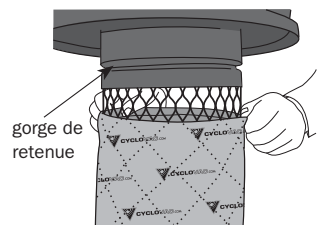

figure 13
3. S'assurer que les deux filtres soient complètement secs avant de les remettre en place. De plus, veiller à ce que qu'ils soient bien installés dans la gorge de retenue du support à filtre (**figure 13**), pour assurer une protection adéquate du moteur. Installer le Cyclofiltre (tissu épais) en premier lieu et le recouvrir du filtre antiblocage (tissu mince).